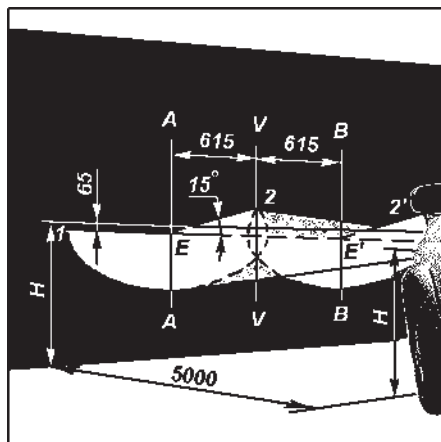

Рис. 9.30. Разметка экрана для регулировки фар:
1. Установите полностью заправленный и снаряженный автомобиль с нормальным давлением воздуха в шинах и нагруженным сиденьем водителя 750 Н (75 кгс) на ровной горизонтальной площадке на расстоянии 5 м от экрана со специальной разметкой (рис. 9.30).